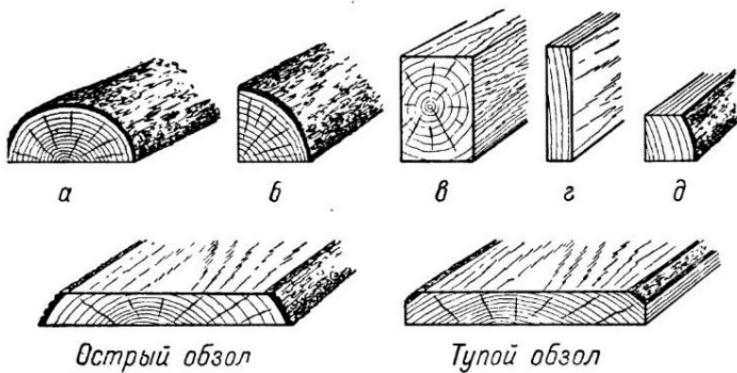

Рис. 2. Пиломатериалы: а — пластина, б — четверть, в — брус четырехкантный, г — доска, д — бруск с обзолом.
Из бревна делают различные пиломатериалы (рис. 2). На следующем рисунке (3) показано бревно, распиленное на доски. Здесь тебе опять встретятся новые названия. Пояснения требует одно — обзол. Это кромка доски или бруска, оставшаяся не опиленной (с корой). Обзол образуется потому, что, во-первых, ствол дерева имеет цилиндрическое сечение, во-вторых, потому, что ствол по длине имеет различную толщину или, как говорят, сбежистость. По этим двум причинам кромки досок при распиленовании бревна могут оказаться частично или